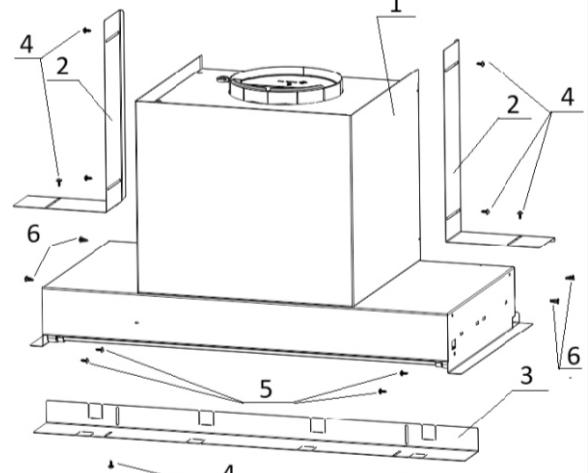

рис. 3
8.3 Для очистки алюминиевого фильтра извлеките его из вытяжки (рис. 3) и произведите его очистку с помощью щетки горячим водным раствором моющего средства вручную или в посудомоечной машине при (60°C). Страйтесь не сгибать фильтры при мойке. Возможное изменение цвета фильтра, с течением времени, не приводит к снижению эффективности его действия. Сильно загрязненный фильтр не следует мыть в посудомоечной машине.